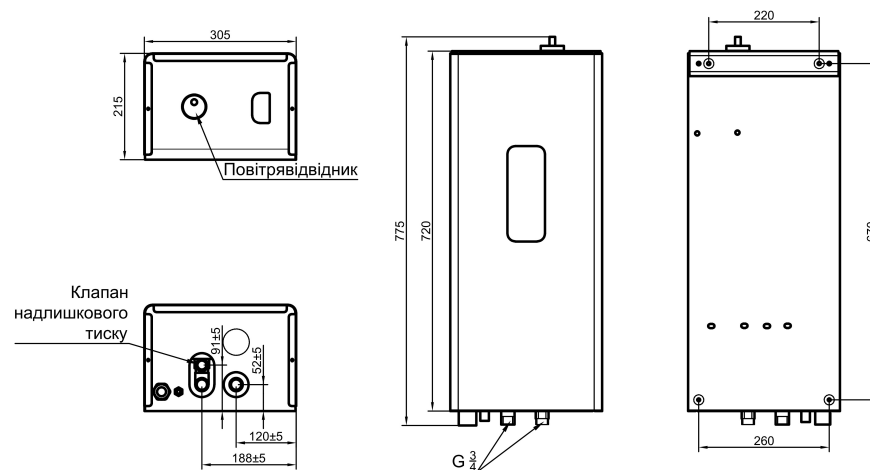

Рисунок 1 - Апарат електричний водогрійний КЕО-НС
**5.1.** КЕО-НС є конструкцією, що складається з окремих вузлів, розміщених усередині сталевго корпусу у формі паралелепіпеда (рис. 1). КЕО-НС закріплюється на стіні вертикально і підключається до системи опалення та електромережі (рис. 2).
**5.2.** Основні вузли КЕО-НС (рис. 1):